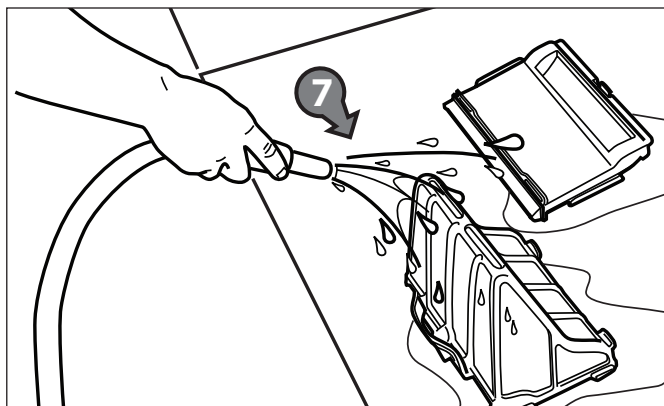

Figure 24. Laver le sac filtrant
9. Laver le sac filtrant, le support du filtre et le robot sous l'eau ou à l'aide d'un tuyau (7). Se référer à la Figure 24.